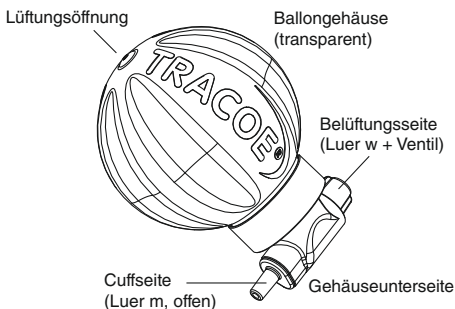

Abb. 1: Komponenten und Anschlüsse des TRACOE smart Cuffmanagers
Der TRACOE smart Cuffmanager besteht aus einem kugelförmigen, soliden (transparenten) Gehäuse mit einem elastischen Ballon (blau) im Inneren, der an dem Gehäuseunterteil mit einem männlichen und einem weiblichen Luer-Konnektor befestigt ist (Abbildung 1). Das Gerät wurde entwickelt, um zu gewährleisten, dass der Cuffdruck von Endotrachealtuben bzw. Tracheostomiekannülen während
**ACHTUNG:** Die Dämpfungsfunktion im Pufferballon ist nur in eine Richtung wirksam, um die Befüllung oder Druckkontrolle des Endotracheal- bzw. Tracheostomie-Cuffs zu erlauben; sie ist nicht aktiv, wenn ein Cuffdruckmesser oder eine Spritze an den Luer-Konnektor (auf der Belüftungsseite des Gerätes, siehe Abb. 1) angeschlossen ist.
Der elastische Pufferballon befindet sich in einem kugelförmigen, soliden (transparenten) Gehäuse. Dieser Pufferballon ist mit dem (weißen) Gehäuseunterteil verbunden, welches über zwei Luer-Konnektoren verfügt (Abbildung 1):
Dieser weibliche Luer-Konnektor verfügt über ein integriertes selbstdichtendes Ventil, welche verhindert, dass Luft ausströmt, wenn eine Spritze oder ein Druckmesser abgenommen werden (siehe Abb. 1).